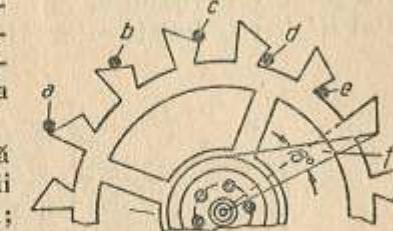

Fig. 45. Roata ancorei:
1. Roata ancorei (fig. 45) se află în permanență sub acțiunea momentului arcului răsucit fie că stă în repaus, trăgind furca ancorei, fie că se află în mișcare.
6. Apropierea. Suprafețele degajate din față ale dintilor roții ancorei (unghiul de degajare este notat cu *f* în fig. 45) realizează așa-numita apropiere, apăsind (apropind) cu partea degajată a dintelui șiftul furcii ancorei către obada roții. Mai jos se vorbește despre importanța apropierei. Partea din spate a dintelui, care este îndreptată înspre centrul roții, este nedegajată (perpendiculară pe obadă).
Vom arăta un alt factor important care contribuie la o bună funcționare a ceasornicului: suprafața de impuls b (v. fig. 45), la toți dinții roții ancorei trebuie să fie dreaptă, absolut netedă, fără rizuri și asperități.